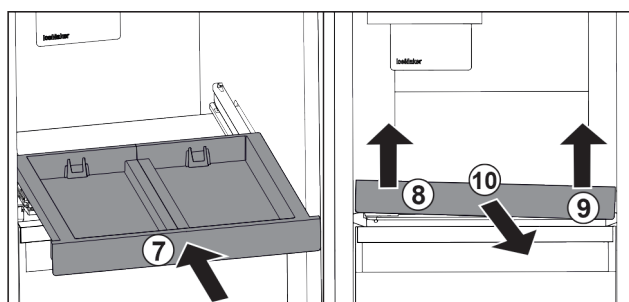

Fig. 141
- Zasuňte vysouvací přihrádku. Fig. 141 (7)
- Vysouvací přihrádku vpředu vlevo nadzvedněte. Fig. 141 (8)
- Vysouvací přihrádku vpředu vpravo nadzvedněte. Fig. 141 (9)
- Odeberte vysouvací přihrádku směrem dopředu. Fig. 141 (10)